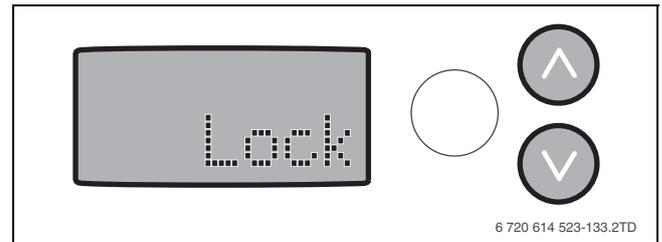

Fig. 40 Afişaj - Lock
- ▶ Pe afișaj apare timp de 5 secunde cuvântul „Lock“ (→ fig. 40). Meniul de informații poate fi în continuare citit.